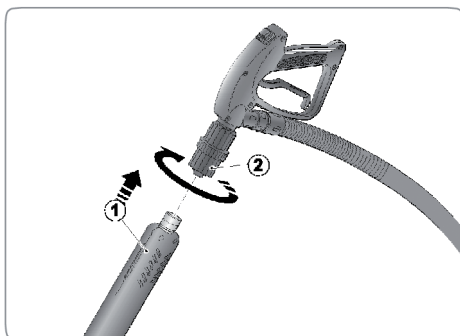

Abb. 18
Schrauben Sie das ausgewählte Zubehörteil (1) durch Drehen der Ringmutter (2) an den Schlauchgriff, wie in Fig. 18 gezeigt.